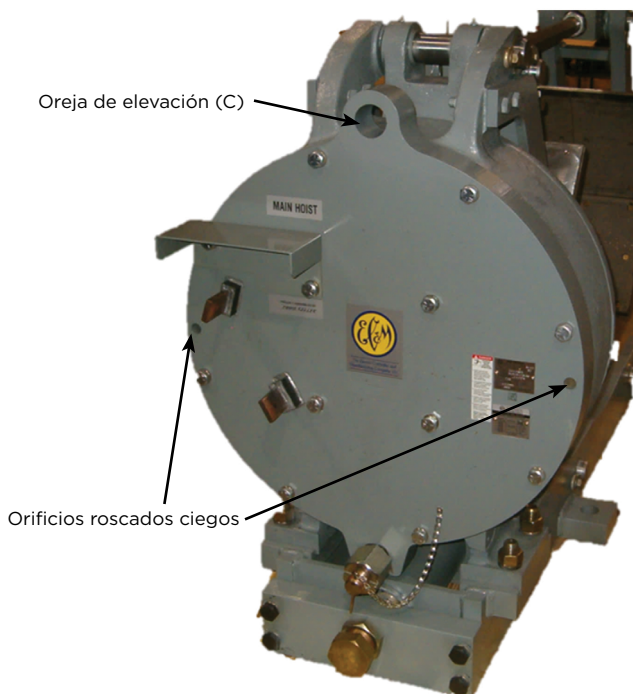

Figura 4: Parte trasera de la carcasa del imán
3. Retire los ocho tornillos de cabeza hexagonal (2) del borde exterior de la cubierta de la carcasa del imán.
4. Coloque dos tornillos de cabeza hexagonal (2) en los orificios ciegos roscados en la cubierta de la carcasa del imán. De esta manera, la cubierta de la carcasa del imán y el conjunto del núcleo de la bobina se soltarán de la carcasa del imán. Consulte la Figura 4.
5. Hay una oreja de elevación (C) en la cubierta de la carcasa del imán que ayuda a retirar el conjunto de la bobina. Extraiga el conjunto de la bobina y su núcleo de la carcasa del imán.